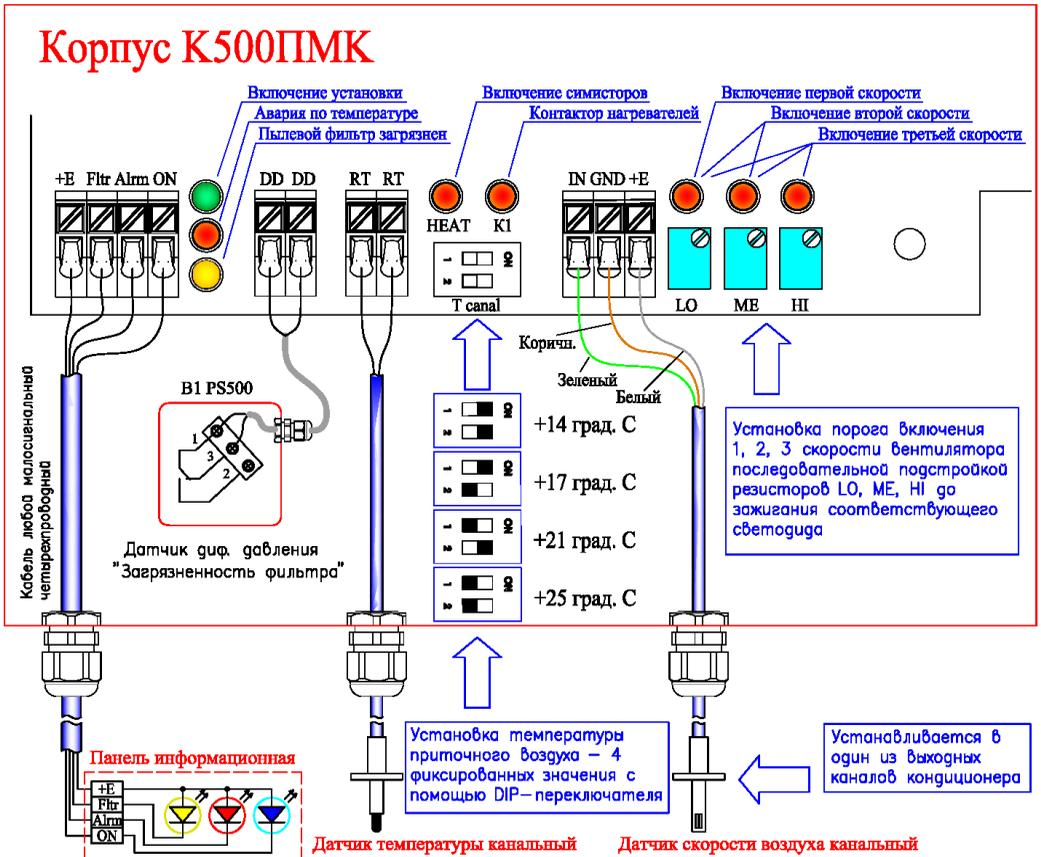
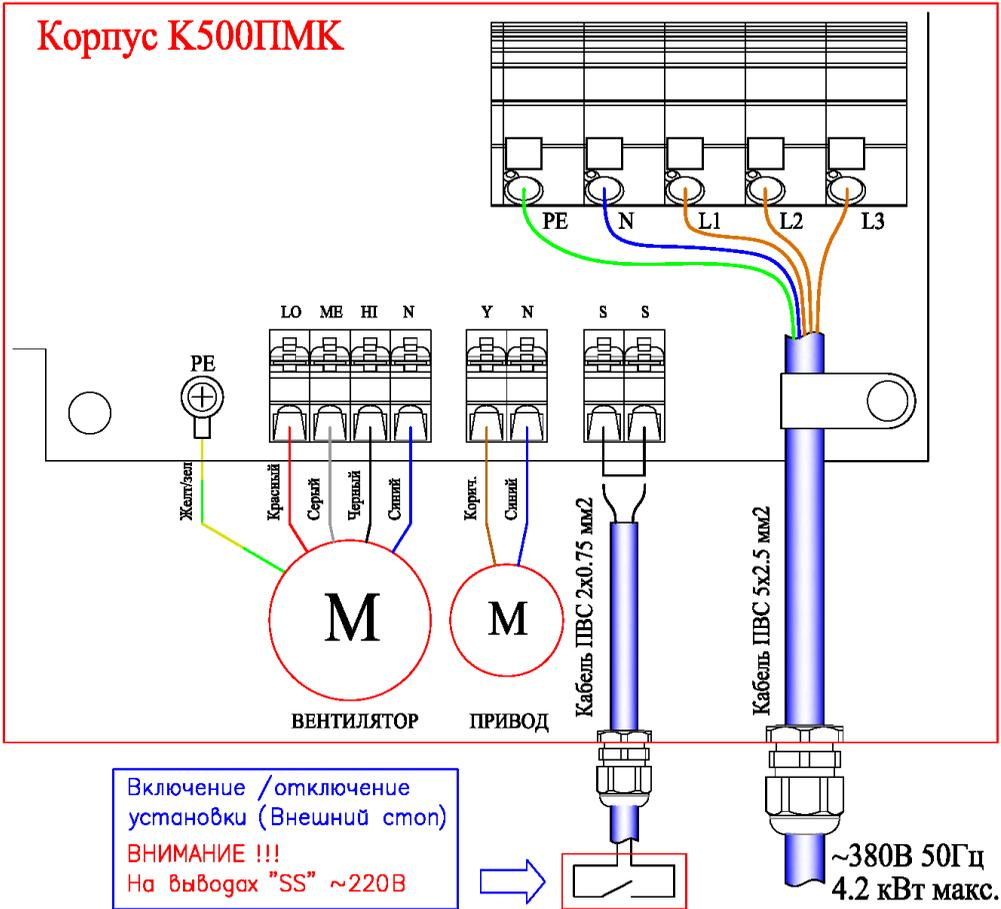

Рис. 3 Малосигнальные цепи
Рис. 4 Силовые цепи
Панель информационная предназначена для индикации состояния (Табл. 1) установки и дублирует индикаторы (светодиоды), расположенные на плате блока управления и нагрева, подключается в соответствии со схемой подключения - см. Рис. 3.
Подключение ПВУ КОЛИБРИ-500ПМК производится в соответствии со схемами (Рис. 3 и Рис. 4), «пропуская» кабели через установленные в корпусе соответствующие гермоводы (11).
На клеммах «SS» (Рис. 4) по умолчанию установлена перемычка, при удалении которой установка выключается. Вместо неё можно подключить нормально замкнутый «сухой контакт» от системы пожарной безопасности (сигнализации), или подключить внешний коммутирующий элемент (например, типовой сетевой выключатель, рассчитанный на напряжение ~220В 50Гц и ток не менее 1А) для включения / выключения установки).
2. Подстроечным резистором «НН» на плате блока управления и нагрева (См. Рис. 3) выставить порог включения всех трех светодиодов, при этом установка будет работать на третьей скорости.
Установить требуемую температуру приточного воздуха DIP-переключателями «T-canal» (Рис. 3) в соответствии с таблицей.